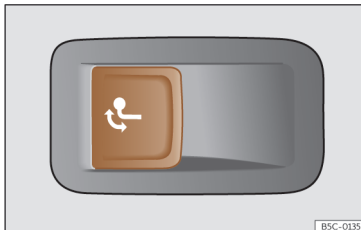

Fig. 199 Pe partea stângă a portbagajului: butonul pentru deblocarea cârligului de remorcare.
- Trageți scurt butonul >>> **fig. 199**. Cârligul de remorcare se deblochează și se deplasează automat spre exterior. Lampa de control a butonului clipește.
• Trageți scurt butonul >>> **fig. 199**. Cârligul de remorcare se deblochează electric.
• Dacă lampa de avertizare a butonului >>> **fig. 199** → clipește, cârligul de remorcare nu a fost fixat corespunzător sau este defect >>> .
• Dacă lampa de avertizare >>> **fig. 199** → rămâne aprinsă când hayonul este deschis, cârligul de remorcare are o poziție corespunzătoare, atât atunci când este scos, cât și atunci când este acoperit.
- Nu apăsați niciodată butonul»» fig. 199 dacă la automobil este conectată o remorcă sau dacă un sistem de transport sau alte accesorii sunt montate pe cârligul de remorcare.